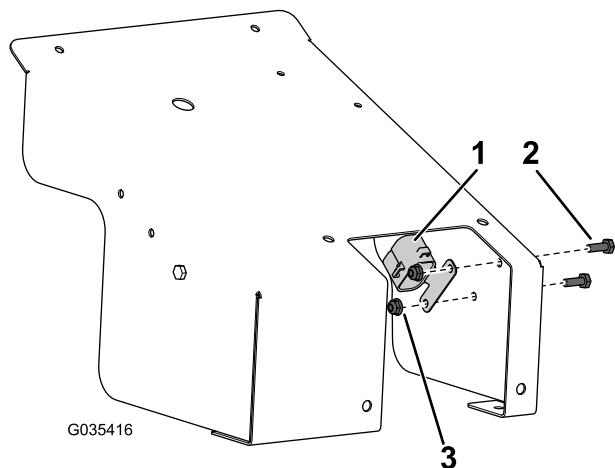

図 9
7. ワイヤハーネスから、ヒューズブロックのキャップ図9を外す。
8. カバーの内側にヒューズブロックキャップを取りつけるねじ $\frac{1}{4} \times \frac{3}{4}$ インチ2本と、ナット $\frac{1}{4}$ インチ2個を使用して図9のように取り付ける。